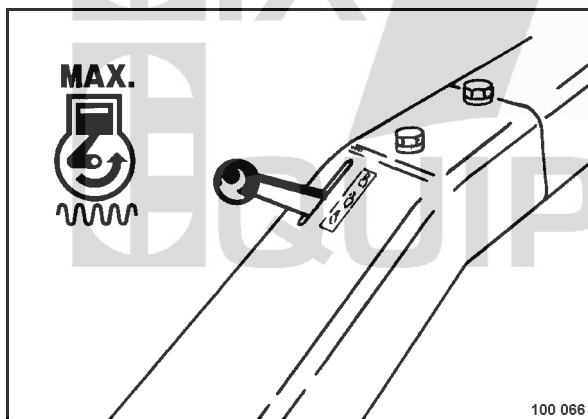

fig. 36
- Positionner le levier de réglage du régime (fig. 36) sur "MAX".